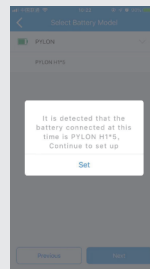

Fig. 7
**G** In PV Master, alla voce «Selezione del modello di batteria» scegliere il tipo di batteria utilizzato nel proprio sistema, altrimenti la comunicazione con la batteria andrà in errore (vedere Fig. 7).